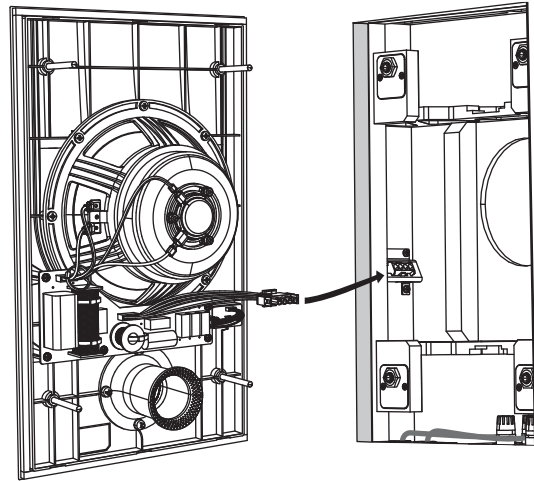

Fig. 1. Conexión del cableado
1. Con la ayuda de un asistente, levante el conjunto de altavoz PCI 7DC IW cerca de la abertura del panel de yeso y conecte firmemente el conector de cableado de cuatro clavijas en el conector correspondiente dentro de la lata trasera (Fig. 1).